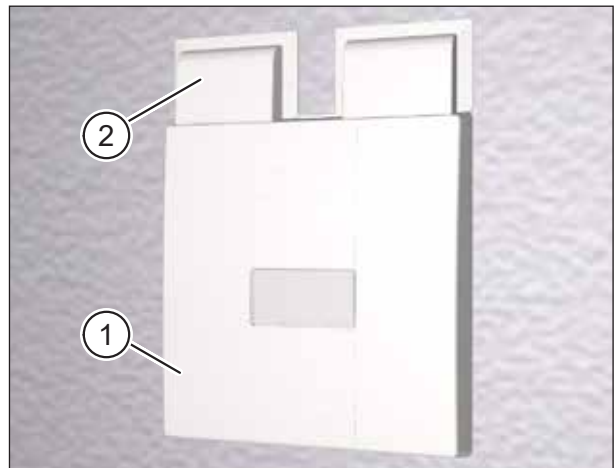

Abb. 38: Lüftungsgerät eingebaut
- Der Einbau des Lüftungsgerätes (Pos. 1 in Abb. 38) in das Montageset ist in der separaten Montageanleitung beschrieben (siehe „1.8 Ergänzende Dokumente“ auf Seite 6).
- Der Einbau der Kanaladapter (Pos. 2 in Abb. 38) ist in der separaten Montageanleitung beschrieben (siehe „1.8 Ergänzende Dokumente“ auf Seite 6).